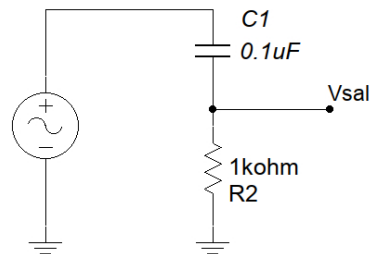

Figura 5: Circuito serie R - C .
- Armar ahora el circuito R - C de la Figura 5.